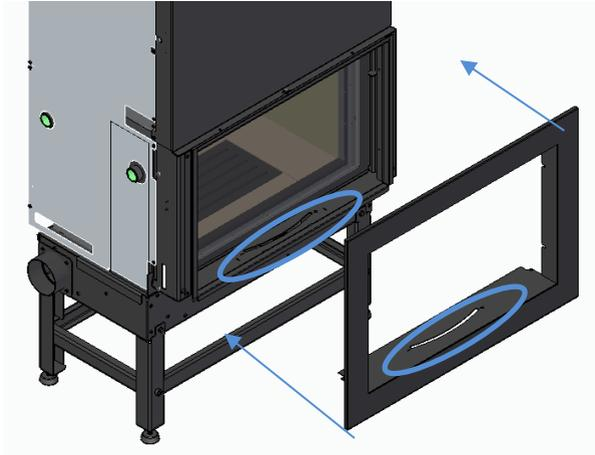

Figura 36
- b) Coloque la llanta en el equipo como se muestra en la Figura 36. En el caso de los modelos Trevi Eco 700, 850 y 1100, asegúrate de que los canales coincidan en la parte interior inferior para poder regular la entrada de aire sin dificultad.